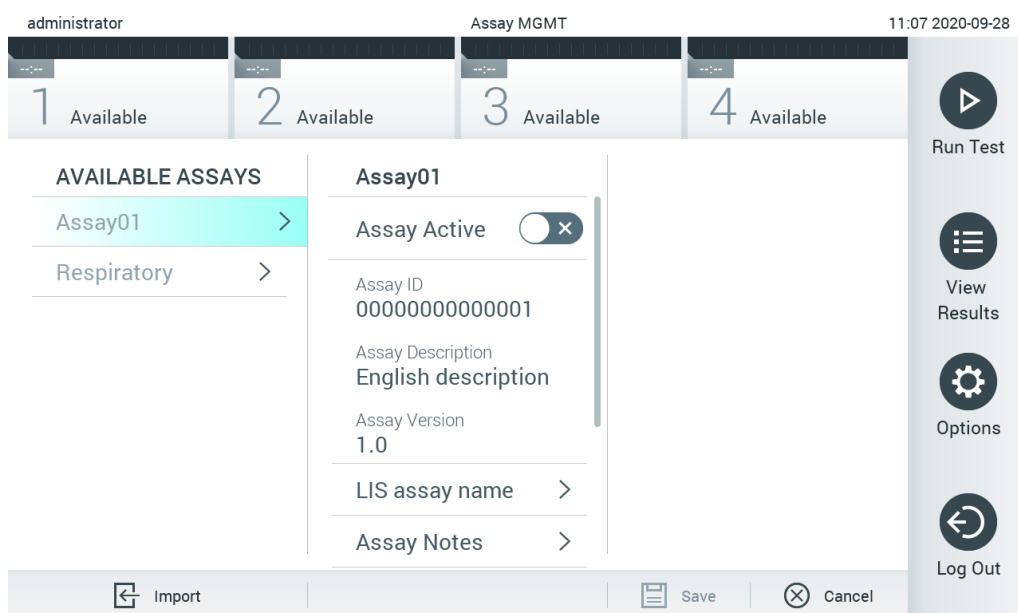

Figure 67. Écran Assay management (Gestion des dosages).
2. Pour importer le(s) nouveau(x) dosage(s) dans le QIAstat-Dx Analyzer 1.0, appuyez sur le bouton Options (Options) puis le bouton Assay Management (Gestion des dosages). L'écran Assay Management (Gestion des dosages) s'ouvre dans la zone de contenu de l'affichage (figure 67).